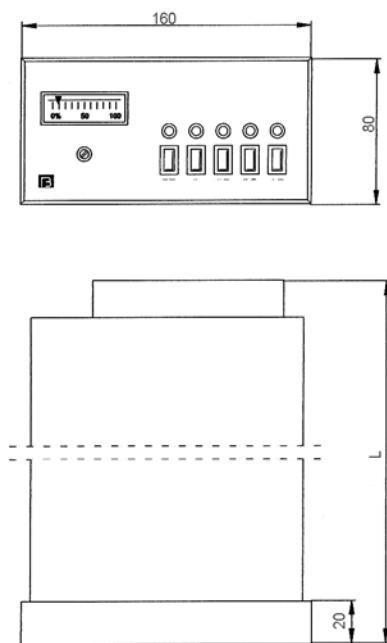

Рис. 1 Габаритные и установочные размеры БУЭП
6. Габаритные и установочные размеры: см. рис. 1.